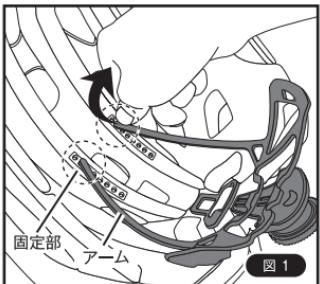

図1
- ①アジャスターの固定部付近をしっかりと持ち（図1）、アームの先端を引き抜きます。